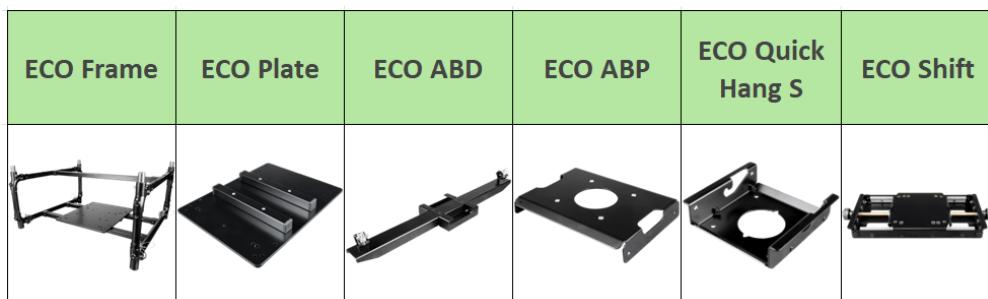
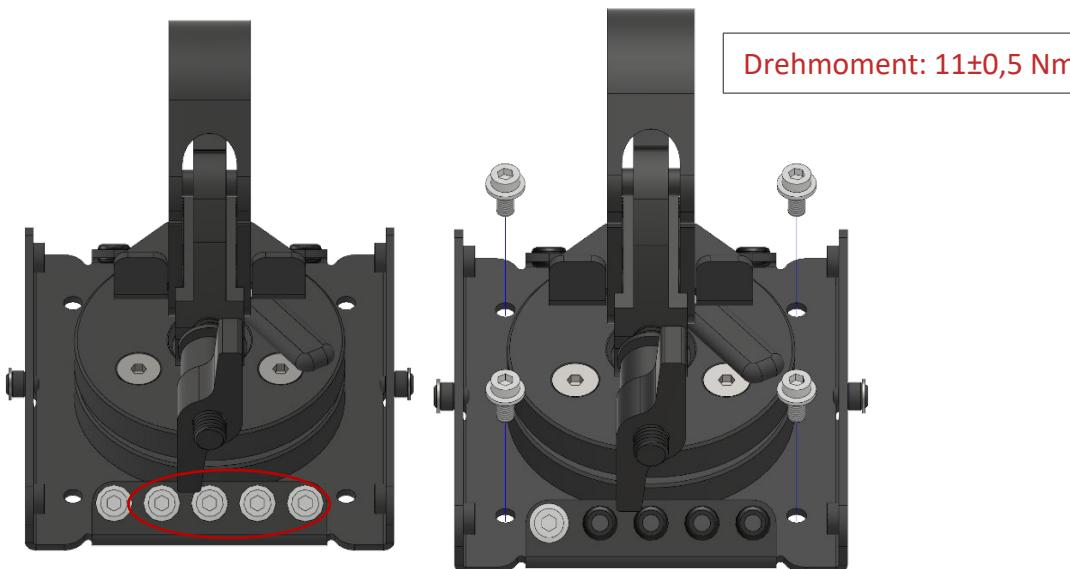

Abbildung 16 Mit ECO LINK kompatible Produkte
Abbildung 17 Sichern des ECO Link
Schritt 1: Entfernen Sie vier der fünf **selbstsichernden Schrauben M6x16** aus ihrer Parkposition, siehe roter Kreis in Abbildung 17.
Schritt 2: Ziehen Sie die vier **selbstsichernden Schrauben M6x16** mit einem Drehmoment von 11 Nm an, um den ECO Link am kompatiblen Produkt der ECO Serie zu befestigen (siehe Abbildung 17). Vergewissern Sie sich, dass jede Schraube durch die Platte geht und korrekt in das entsprechende Gewindeloch greift. Unter Abbildung 16 finden Sie kompatible Produkte, an denen Sie den ECO Link befestigen können.